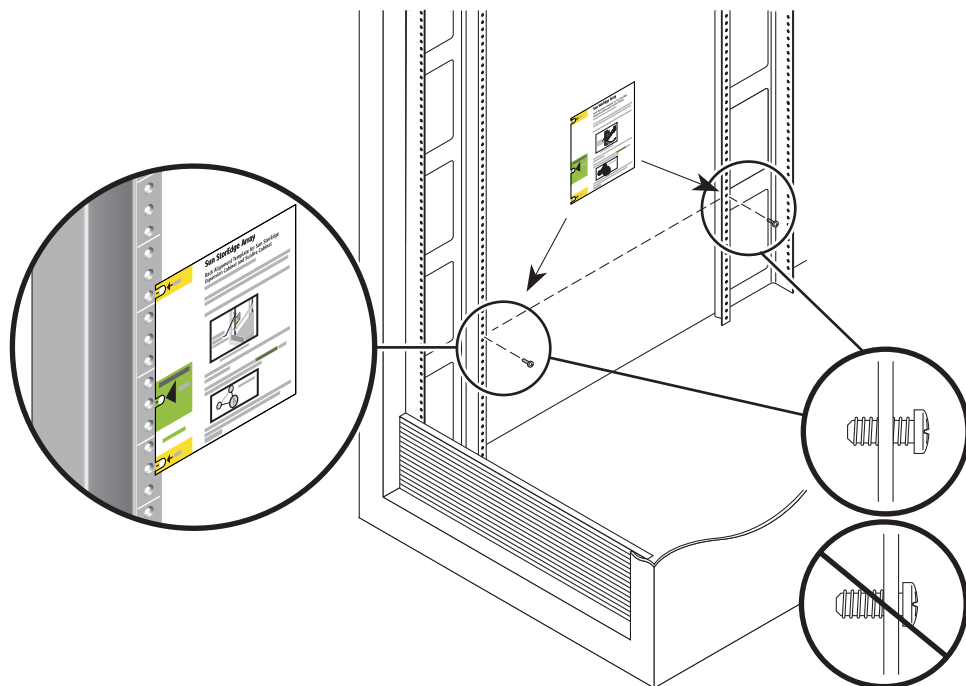

図 2-3 取り付け穴へのねじの挿入とラック調整テンプレートによる位置の確認
2. キャビネットの正面および背面の取り付け穴に 10-32 ねじを 4 本 (左右に 2 本ずつ) 挿入します (図 2-3)。この時点では、ねじを完全には締めないでください。あとで、これらのねじに、側面レールを掛けます。
3. ラック調整テンプレートを使用して、Sun StorEdge 拡張キャビネットの適切な取り付け穴を探します (図 2-3)。